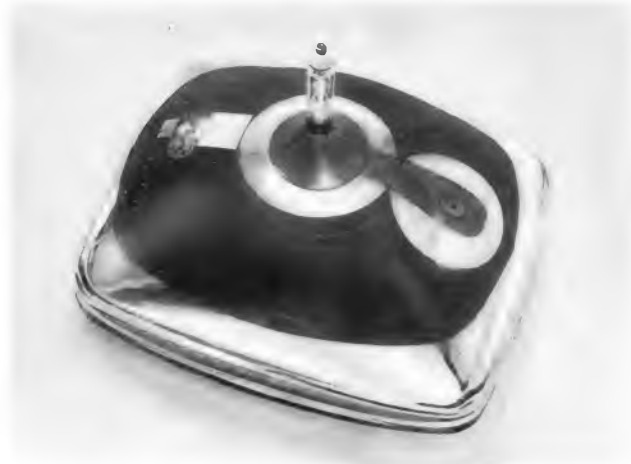

Bild 13 Die Außenschwärzung
3. Tunnel-Diode in Durchlaßrichtung – im Kniepunkt der I_d/U_d -Charakteristik (Bild 13)
Aus Bild 13 erklärt sich ohne weiteres diese Verschiebung der beiden Stromanteile. Den Ladungsträgern in den E_2, E_3, E_4 und E_5 -Niveaus stehen viele leere Plätze in der p-Schicht gegenüber, gleichzeitig sind die entsprechenden Niveaus in der n-Zone dicht besetzt. Umgekehrt stehen die stark besetzten Energieniveaus der p-Zone einer verbotenen Zone gegenüber, so daß nur ein kleiner Stromübergang aus den schwach besetzten Niveaus der p-Zone zur n-Zone hin möglich ist.
Bild 13. Relative Lage der freien Energieplätze zu den besetzten Plätzen - für Betrieb der Tunnel-Diode im Kniepunkt der I_d/U_d -Charakteristik (Punkt c in Bild 1)
E. Die Außenschwärzung (Bild 13)